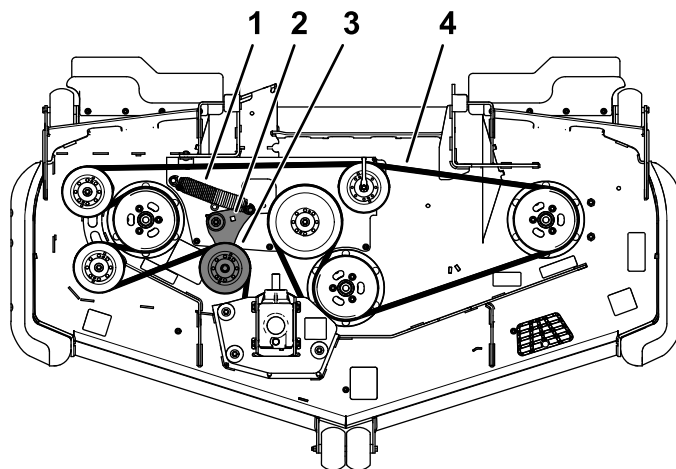

Figure 55
5. Insérez un rochet dans le trou carré du bras de la poulie de tension pour détendre le ressort de la poulie de tension (Figure 55).
7. Installez la nouvelle courroie sur les poulies (Figure 55).
8. Veillez à engager les extrémités du ressort dans les rainures d'ancrage, puis insérez le rochet dans le trou carré et chaussez la courroie sur la poulie de tension (Figure 55).